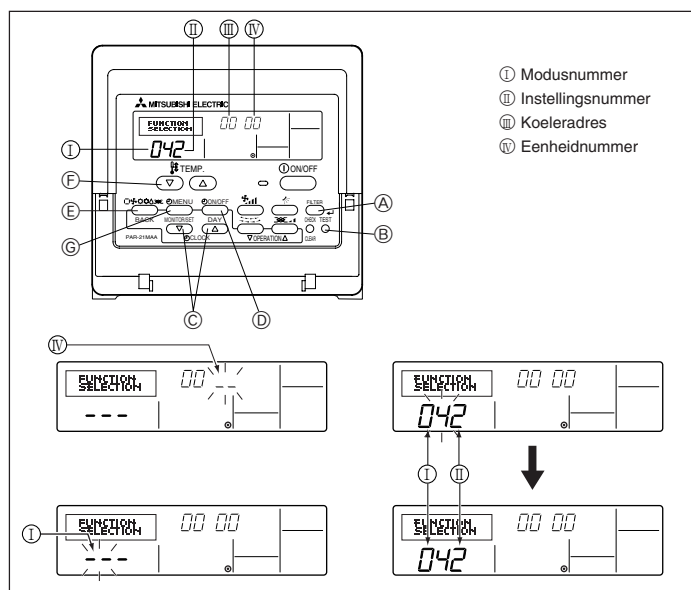

Fig. 6-8
1) Voor de afstandsbediening met draad (Fig. 6-8)
- ① Ga naar de modus functies instellen